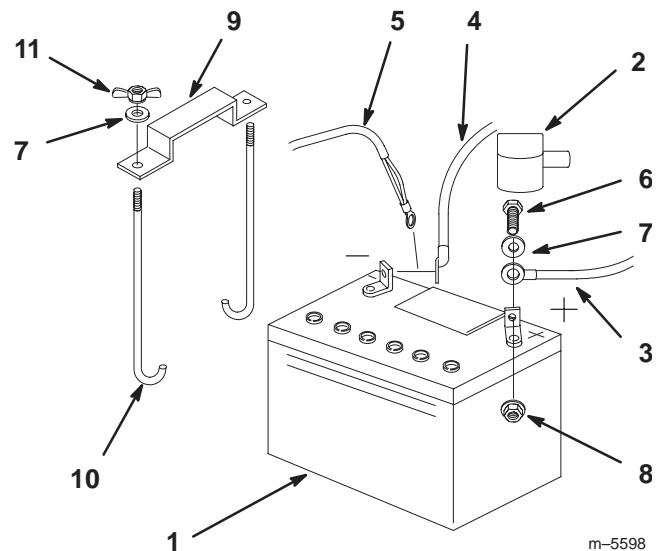

Figure 57
1. Placez la batterie dans son support en tournant les bornes vers le moteur (Fig. 57).
4. Fixez les câbles à l'aide de 2 boulons (1/4 x 3/4"), 2 rondelles (1/4") et 2 contre-écrous (1/4") (Fig. 57).
6. Fixez la batterie en position avec des boulons en J, une barrette de maintien et 2 rondelles (1/4"), ainsi que 2 écrous papillon (1/4") (Fig. 57).
3. Débranchez d'abord le câble négatif et le câble de masse de la borne négative (–) de la batterie (Fig. 57).
4. Ôtez le capuchon rouge de la borne positive (rouge) de la batterie. Retirez ensuite le câble positif (rouge) de la batterie (Fig. 57).
5. Retirez les deux écrous papillons (1/4") de fixation de la barrette de maintien de la batterie (Fig. 57).